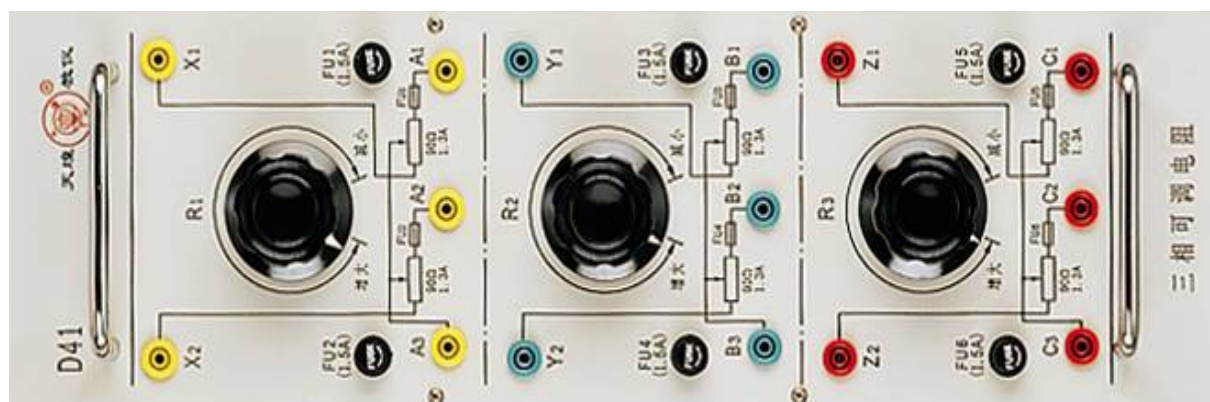

图4 三相可调电阻箱
③ 加负载：【PEI13-1型两电平整流及采样模块】直流输出【P】接电阻箱【A1】，直流输出电阻箱【N】接【C2】，将电阻箱的【A2】接【B1】、【B2】接【C1】，电阻【R1】、【R2】、【R3】调到最大（逆时针旋转到底），其中【D41型三相可调电阻箱】见图4。